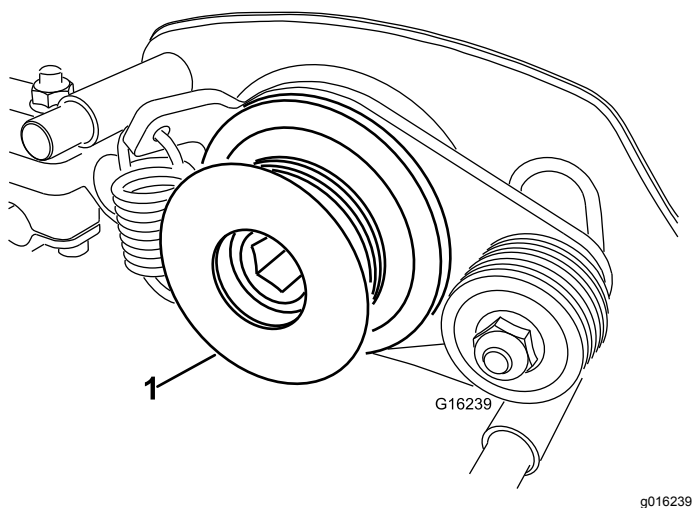

Figura 35
7. Retire la polea motriz del groomer del eje del molinete (Figura 35).